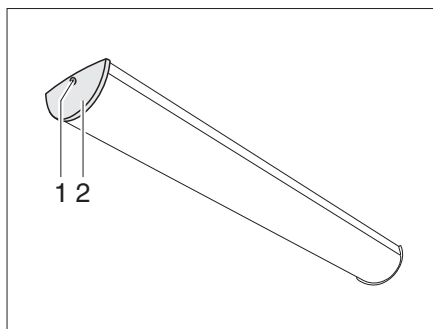

Fig. 254 Lámpara interior
- Extraer el tornillo (Fig. 254,1) y retirar la cubierta (Fig. 254,2).